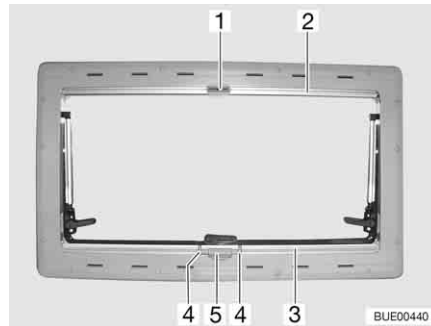

Bild 68 Ausstellfenster
- Griff (Bild 68,4) zusammendrücken und Verdunklungsrollo (Bild 68,3) von unten nach oben bis zur gewünschten Höhe ziehen.
- Griff (Bild 68,4) zusammendrücken. Die Arretierung wird gelöst.
- Das Verdunklungsrollo (Bild 68,3) langsam in Ausgangsstellung zurückführen.
- Insektenschutzrollo (Bild 68,2) nach unten ziehen, bis es am Verdunklungsrollo (Bild 68,3) anstößt und der Verschlussriegel (Bild 68,1) in die Verriegelung (Bild 68,5) einrastet.
- Den Verschlussriegel (Bild 68,1) lösen.